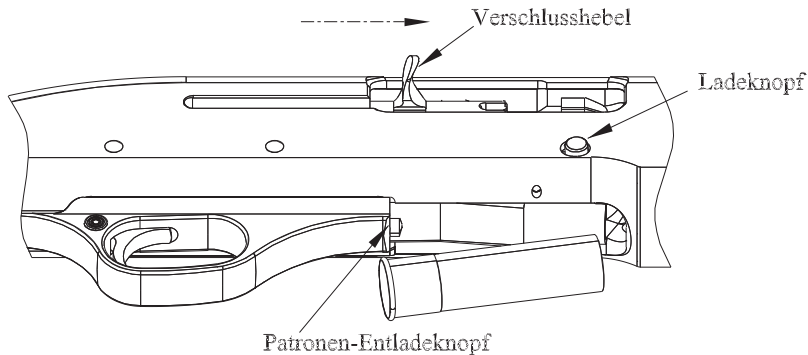

Abb.9
4) Patronen in das Röhrenmagazin laden. (Abb. 9)
4) Chargez les cartouches dans le chargeur (Figure 9)